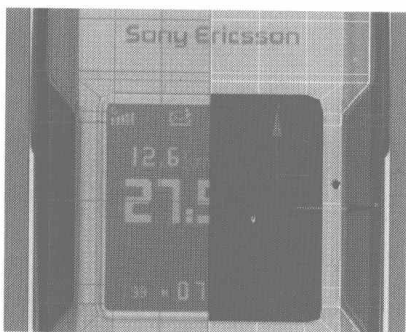
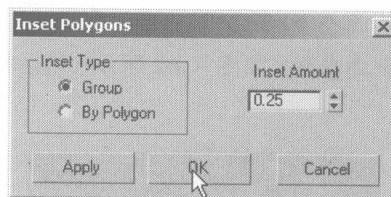

图 4.85
图 4.86
- 32** 选中所有物体，并将其透明显示，在 Front 视图中选择如图 4.85 所示的面，在 Edit Polygons 卷展栏中单击 **Inset** 右侧的小按钮，在弹出的对话框中设置插入面的参数，如图 4.86 所示，然后再选择其内侧的面，将其删除，如图 4.87 所示。在显示屏处调整接缝节点，如图 4.88 所示。